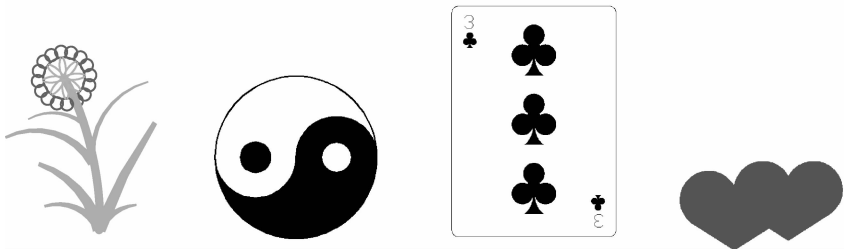

图 2-26 艺术图案中圆和圆弧的使用
(4) “圆”“圆弧”命令也多用于一些艺术图案中，如图 2-26 所示，